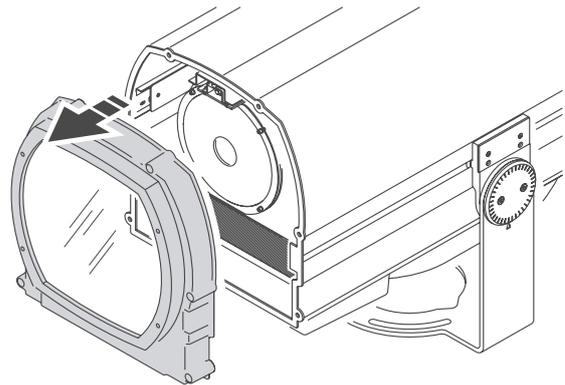

Figura 18: Remoção da tampa dianteira e vedação
2. Veja a Figura 18. Solte os seis parafusos Allen fixando a tampa dianteira e remova a tampa e sua vedação de silicone. Evite danos na vedação durante a remoção. Se a vedação não for removida, ela poderá ser danificada e tornará o acesso mais difícil.